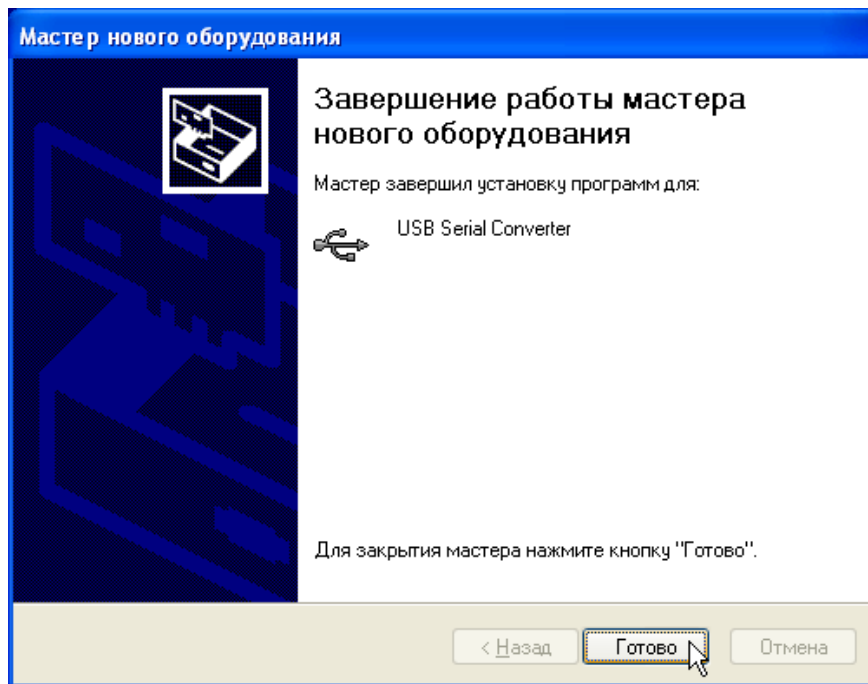

Рис.4. Окно "Завершение работы мастера нового оборудования".
2.6 Нажать кнопку "Далее". После установки драйвера появится окно завершения работы мастера нового оборудования (рис.4).